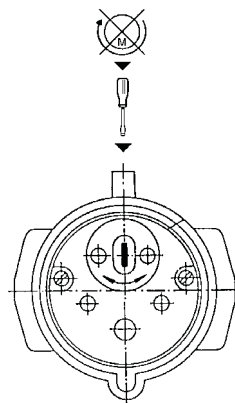

Fig. 3 Réglage du sens de rotation par l'intermédiaire de l'inverseur de phase
- Dans ce cas, enfoncer l'**inverseur de phase** de la fiche CEE à l'aide d'un tournevis approprié et le tourner de 180° (fig. 3).